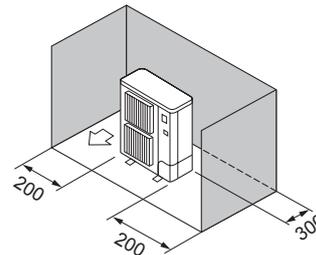

Fig. 2-8
- ③ Εμπόδια στην πίσω και στις δύο πλαινές πλευρές μόνο (Fig. 2-8)